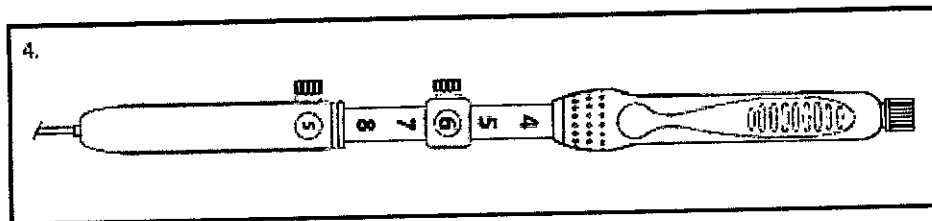

Figura 4
4. Con el ecoendoscopio y el dispositivo rectos, ajuste la aguja a la longitud deseada aflojando el tomillo de mano del anillo de seguridad y haciéndolo avanzar hasta que la marca de referencia deseada del avance de la aguja aparezca en la ventana del anillo de seguridad. (Vea figura 4). Apriete el tomillo de mano para asegurar el anillo de seguridad en posición. **Nota:** El número que aparezca en la ventana del anillo de seguridad indica la extensión de la aguja en centímetros. **Aviso:** Durante el ajuste o la extensión de la aguja, asegúrese de que el dispositivo se haya acoplado al canal de accesorios. Si no se acopla el dispositivo antes del ajuste o la extensión de la aguja, el endoscopio puede resultar dañado.